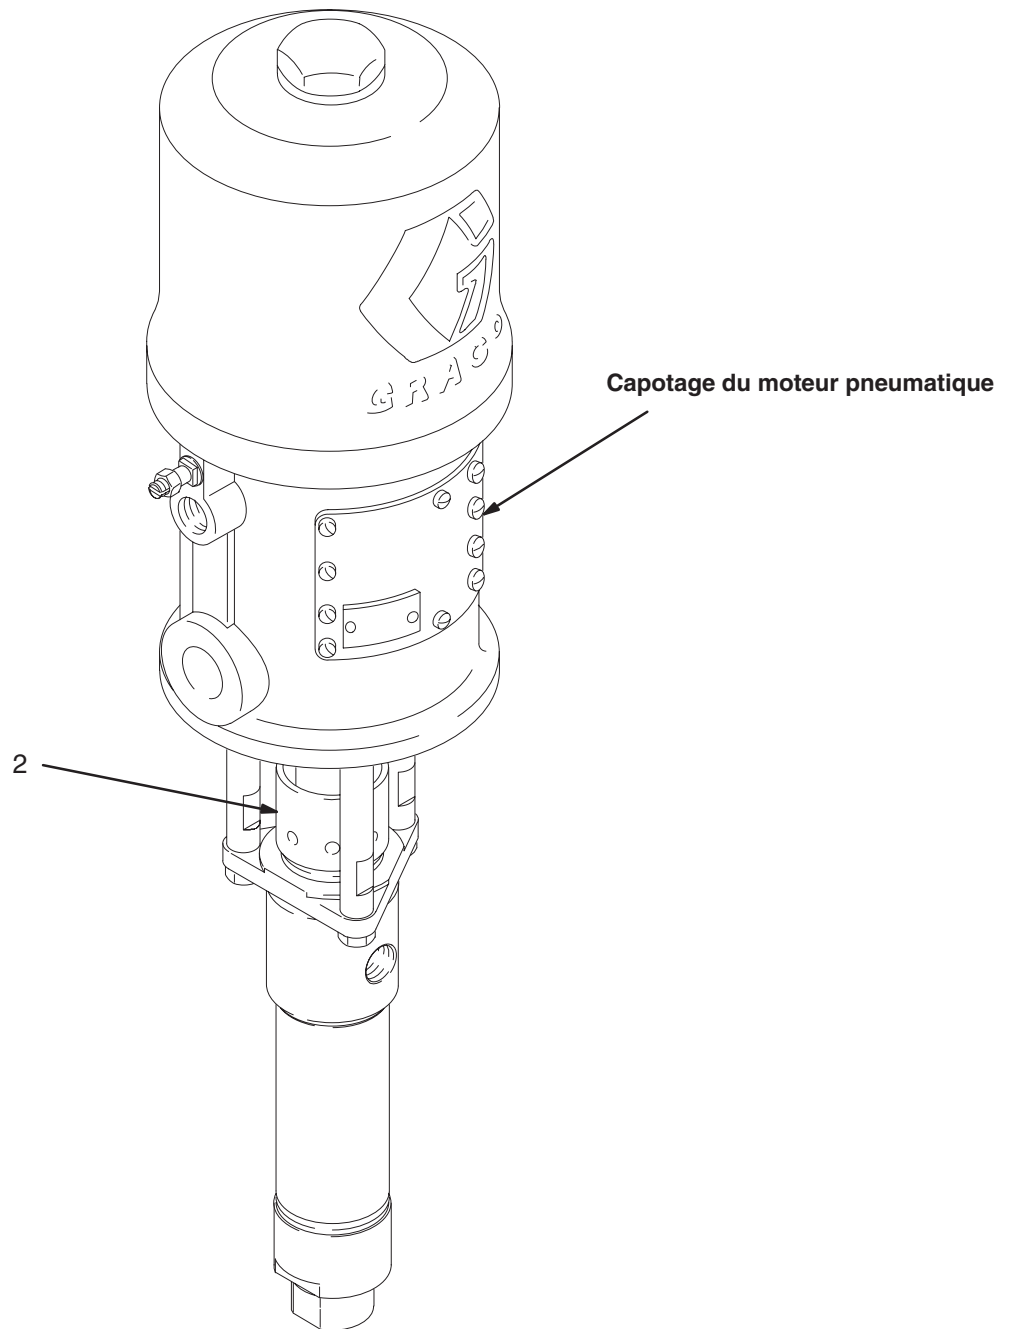

Fig. 3
Les pièces en mouvement peuvent pincer ou amputer les doigts ou d'autres parties du corps. Le piston du moteur pneumatique (placé derrière le capotage moteur) se déplace au moment de l'alimentation en air du moteur. Voir la Fig. 3. De ce fait, ne jamais faire fonctionner la pompe lorsque le capotage du moteur pneumatique a été démonté.
Laisser l'écrou/la coupelle (2) de presse-étoupe rempli de liquide d'étanchéité (TSL) Graco ou d'un solvant compatible pour prolonger la durée de vie des joints. Serrer l'écrou chaque semaine juste de façon à éviter les fuites; ne pas serrer excessivement. Voir Fig. 3. Toujours suivre la **Procédure de décompression**, page 9 avant de régler le serrage de l'écrou.